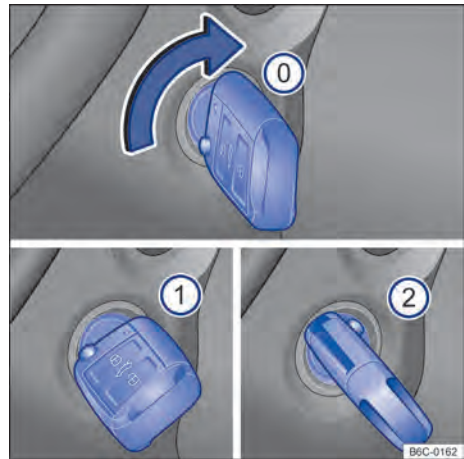

Fig. 86 Al lado del volante de la dirección, a la derecha: posiciones de la llave del vehículo en la cerradura de encendido.
Posiciones de la llave del vehículo → fig. 86
- ① Encendido desconectado. La llave del vehículo puede ser retirada.
- ① Encendido conectado.
- ② Pise el pedal del freno (*vehículos con transmisión automática*), o el pedal del embrague (*vehículos con transmisión manual*) y encienda el motor. Cuando el motor arranque, suelte la llave del encendido. Al soltar, la llave del vehículo vuelve a la posición → fig. 86 ①.
- Girar la llave del vehículo a la posición → fig. 86 . El encendido está conectado.
- Girar la llave del vehículo en el cilindro del encendido hacia la posición → fig. 86  – no acelere. Cuando el motor comience a funcionar, soltar la llave del vehículo en la cerradura de encendido.
- *Vehículos con cerradura de encendido*: girar la llave del vehículo en la cerradura de encendido a la posición → fig. 86